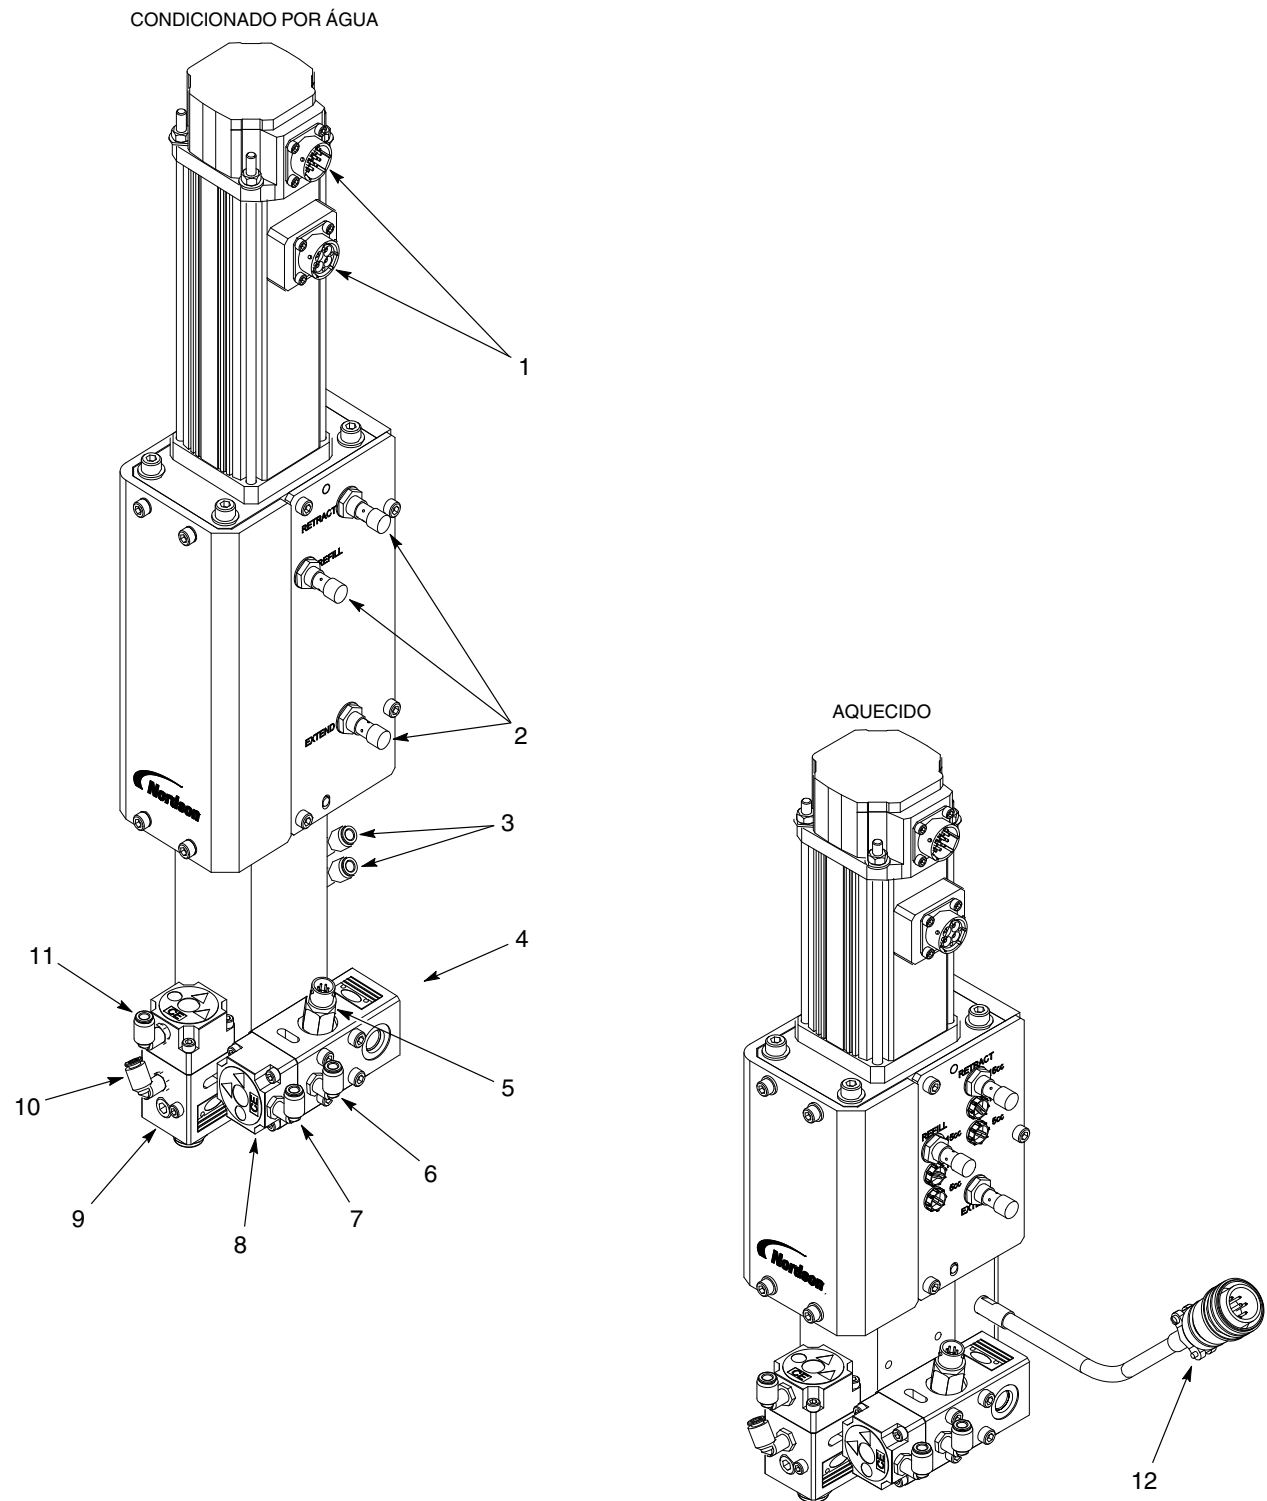

Figura 7 Conexões típicas
1. Consulte a figura 7. Ligue os cabos do controlador às tomadas (1).
2. Ligue os cabos do controlador aos sensores de proximidade (2).
3. Ligue o cabo do transdutor de pressão ao transdutor de pressão (5).
4. **APENAS PARA VERSÕES AQUECIDAS:** Ligue o cabo conector (12) ao controlador.
1. Consulte a figura 7. Conecte ar de oficina limpo, com pelo menos 60 psi (4,14 bar), a uma entrada de regulador de filtro.
2. Conecte a mangueira de material vinda do descarregador Rhino de alta capacidade à união de entrada de material (4).
3. Conecte as linhas de ar da válvula pneumática de controlo à união para abrir a pistola (10) e à união para fechar a pistola (11) na válvula de saída (9).
4. Conecte as linhas de ar da válvula pneumática de controlo à união para abrir a pistola (6) e à união para fechar a pistola (7) na válvula de entrada (8).
- b. Conecte as linhas de água da unidade de condicionamento de temperatura às uniões (3).